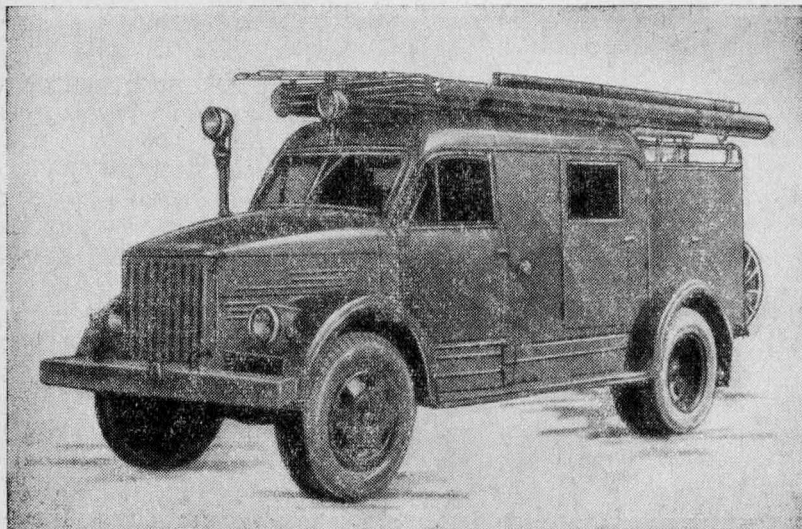

Рис. 4. Общий вид автонасоса АН-20(51) модель 21.
Автонасос (рис. 4, 5) смонтирован на шасси автомобиля ГАЗ-51. Кузов автонасоса закрытого типа, цельнометаллический. Конструкция кузова представляет собой стальной каркас, облицованный снаружи листовой сталью и обшитый внутри фанерой и картоном. По сравнению с автонасосом АН-25 (51)-12 кузов этого автонасоса имеет более обтекаемую форму. Передняя часть кузова состоит из кабины водителя и боевого расчета, в которой размещаются 8 человек.